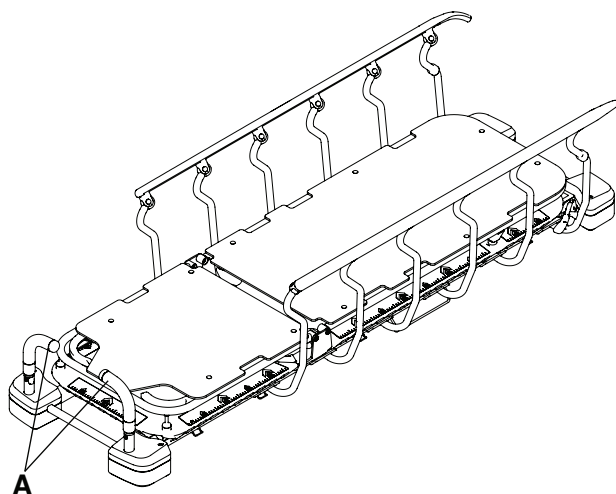

Figure 7 – Positionnement des poignées de poussée du côté tête
2. Faire pivoter les poignées de poussée du côté tête (A) en position d'utilisation (Figure 7).